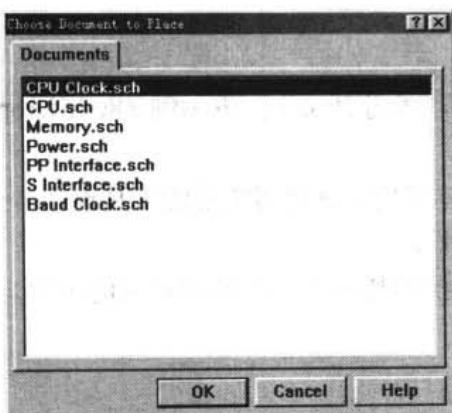

图 6-21 Choose Document to Place (选择父电路图) 对话框
- (1) 绘制底层电路图：现在从 CPU Clock.sch 电路图开始一步步向上设计。按照前面所讲述的方法绘制好最底层的电路图 CPU Clock.sch。
- (2) 产生 CPU Clock 方块电路图：在生成方块电路图之前，打开父电路图 Z80 Processor.prj。执行菜单命令 Design|Create Symbol From Sheet，系统将弹出如图 6-21 所示的 Choose Document to Place（选择父电路图）对话框。